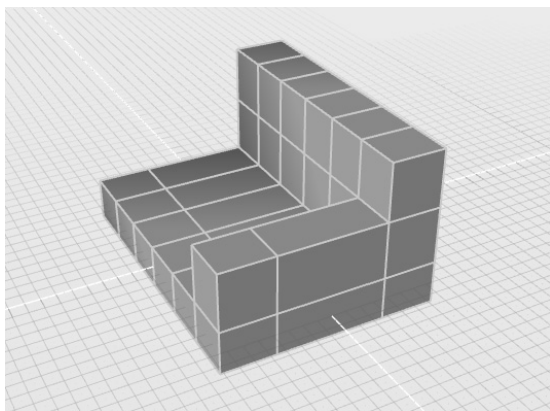

图 7-12 填充未封闭孔
10) 激活“填充孔”工具，对目前对象上的两个开放孔进行封闭，获得结果如图 7-12 所示。